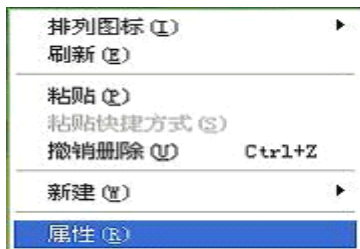
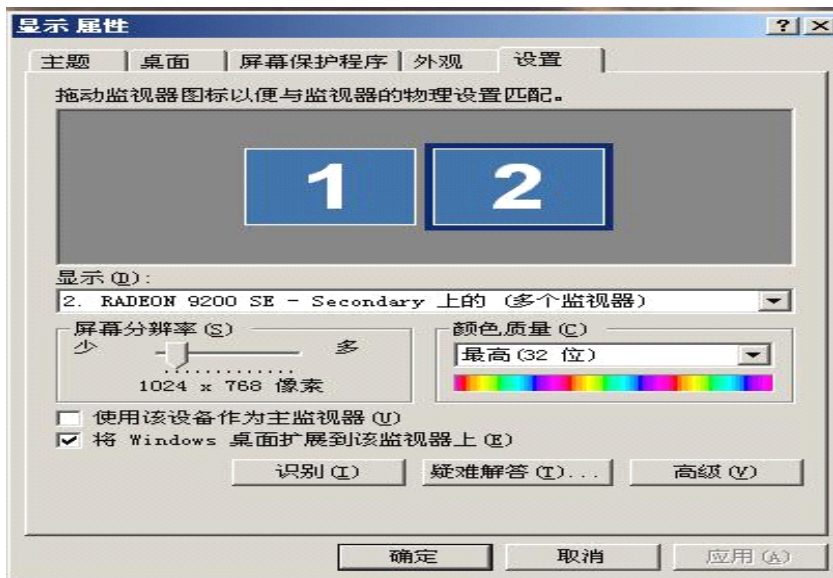

图 12-1
图 12-2
在 Windows98/XP 系统下才能实现本功能，之前还要先进行以下设置：在桌面空白处点击右键，出现设置菜单，如图 12-1：
点击【属性】出现显示属性菜单（图 12-2），点击【设置】，击活监视器【2】，选择图框下【将 Windows 内容扩展到该监视器上】，然后按【应用】按钮，再确定。这样就完成了设置，可以实现后台播出了。这时按<LED 演播器>工具条按钮【后】，播出窗口在监视器上前后台切换，播出窗口切换到前台时，显示屏显示 Windows 的界面。
需要取消后台播放到前台播出，进行以下反设置：鼠标右键在桌面空白处点右键，出现图 12-1，选【属性】，出现图 12-2，点击【监视器 2】，把【将 Windows 内容扩展到该监视器上】的【√】去掉，再点【监视器 1】，按【确定】，再点鼠标右键，出现图 12-1，选属性，出现图 20-2，点【设置】，再点【高级】。出现图 12-3，点【显示】，出现图 20-4，点击该图中【FPD (F)】栏中的红色开关，开关变绿，点确定，出现图 12-5 提示，点【确定】，这样就恢复了同步显示。